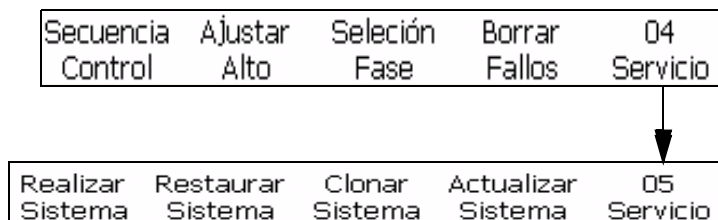

Figura 4-31: Marco <05 Servicio>
- 1 Desplácese hasta el marco < 05 Servicio> (01 Edición > 02 Edición > 03 Edición > 04 Edición - Servicio Printer > 01 Servicio > 02 Servicio > 03 Servicio > 04 Servicio > 05 Servicio). Consulte la Figura 4-31 en la página 4-34.